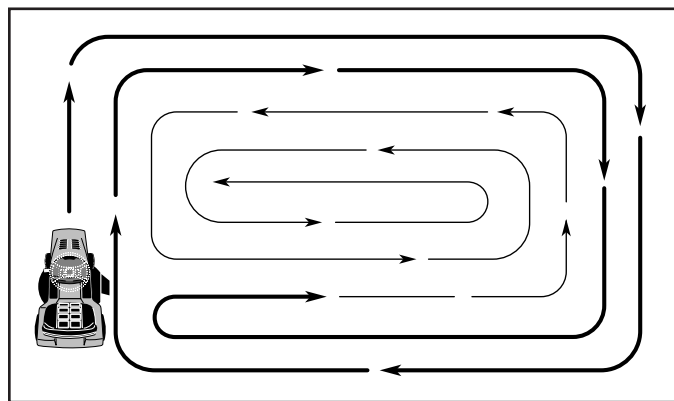

Fig. 13
- Al segar las área grandes, empiece girando a la derecha de modo que los recortes se descarguen, alejándose de los arbustos, cercos, entradas de automóviles, etc. Después de una o dos vueltas, siga en la dirección opuesta, haciendo virajes a la izquierda, hasta que termine (Vea Fig 13).